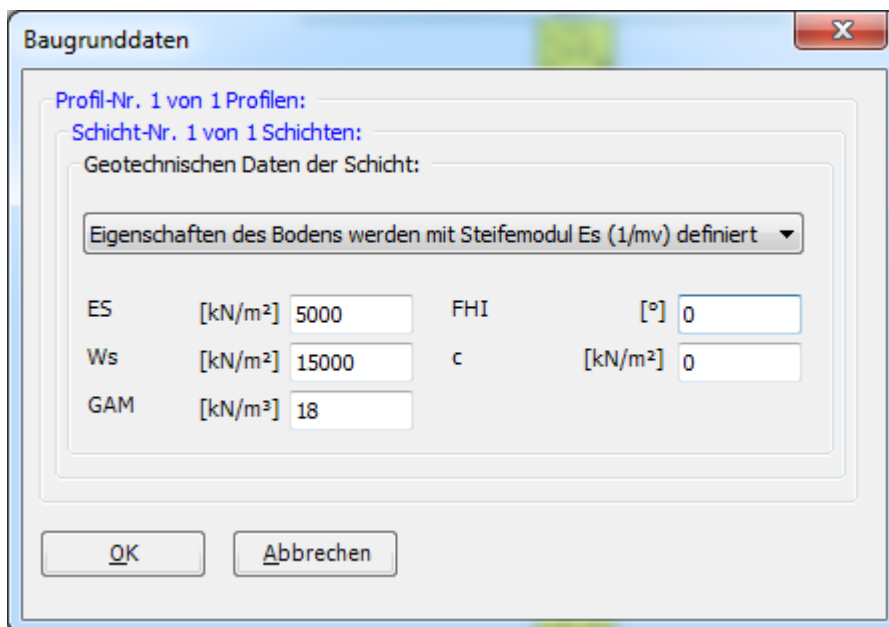

Bild 9.15 Dialoggruppenfeld "Geotechnische Daten der Schicht"
- Doppelklicken Sie auf geotechnische Daten der Schicht. Das entsprechende Dialogfeld (Bild 9.15) erscheint, um die geotechnischen Daten der Schicht zu modifizieren
- Im Dialoggruppenfeld "Geotechnische Daten der Schicht" im Bild 9.15 definieren Sie die geotechnischen Daten der Bodenschicht wie folgt: